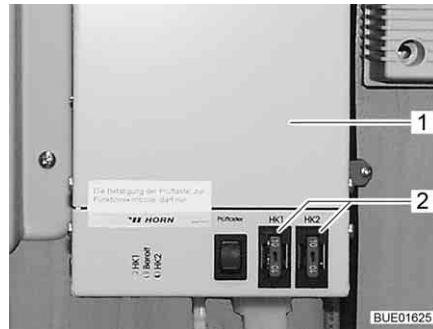

Fig. 125 Regulador de la calefacción para las tuberías de aguas residuales
Los fusibles se encuentran sobre el regulador (Fig. 125,1).
- Cambiar el fusible (Fig. 125,2).